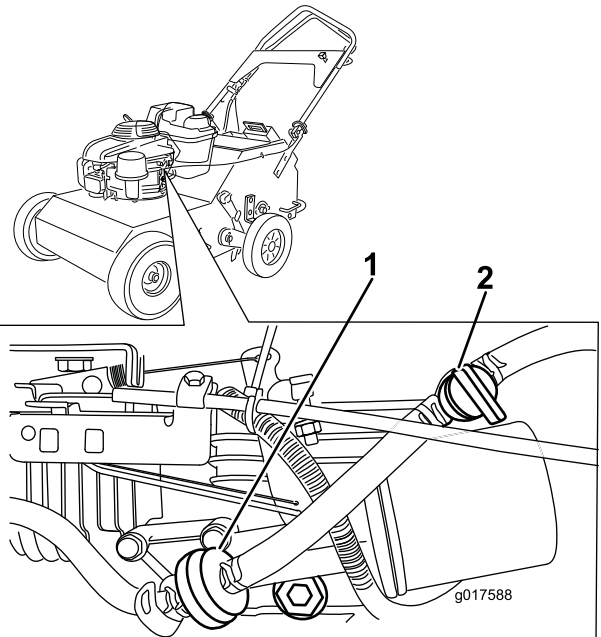

Figura 42
3. Cierre la válvula de combustible (Figura 42)
4. Apriete los extremos de las abrazaderas y aléjelas del filtro (Figura 42).
6. Instale las mangueras en los acoplamientos del filtro nuevo (Figura 42).